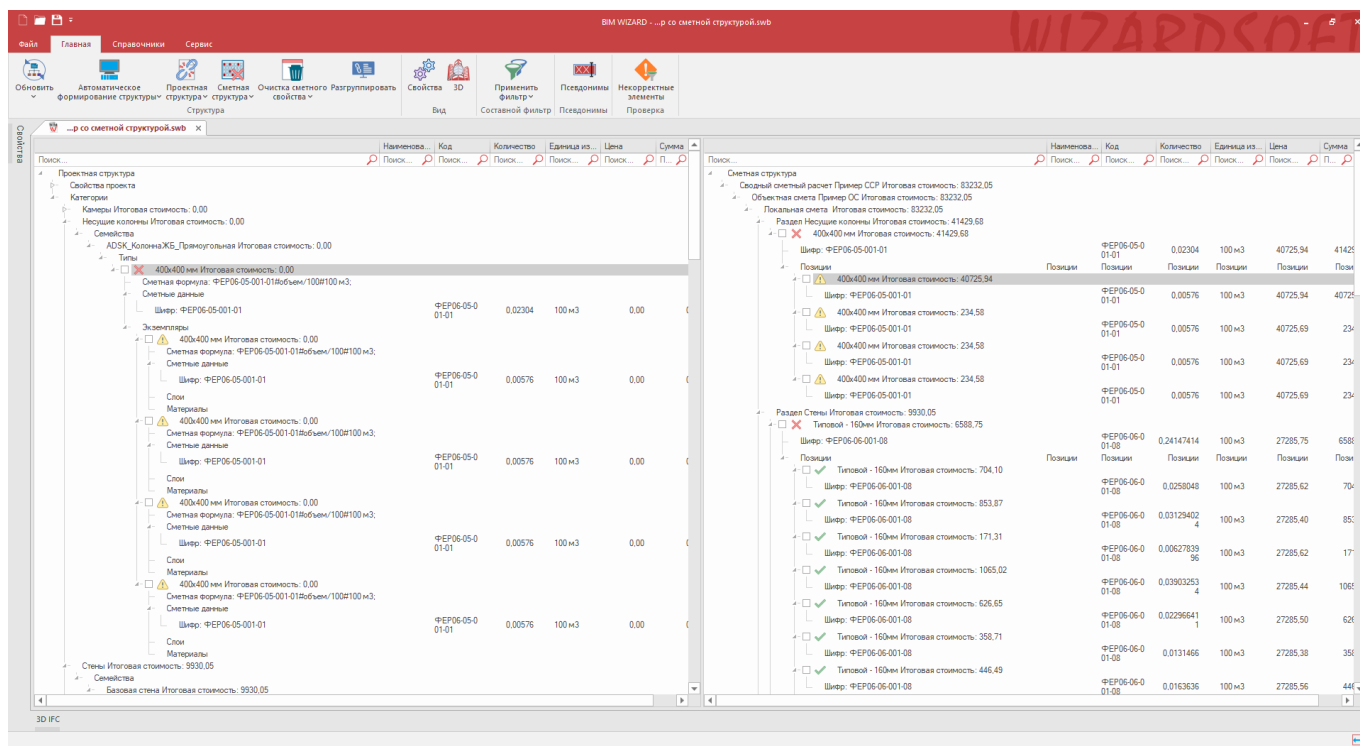

Рис. 4.1 Структура элементов проекта
3. В левой части в виде иерархической структуры отображается информация об элементах проекта с заданными сметными свойствами, выгруженными из Revit (рис. 4.1). Группировка элементов производится по категориям, семействам и типам.